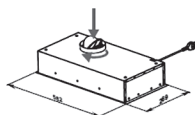

Рис. 1
1. При помощи саморезов из монтажного комплекта и отвертки закрепите адаптер воздуховода на корпусе вытяжки, если он не закреплен заранее. (Рис. 1)